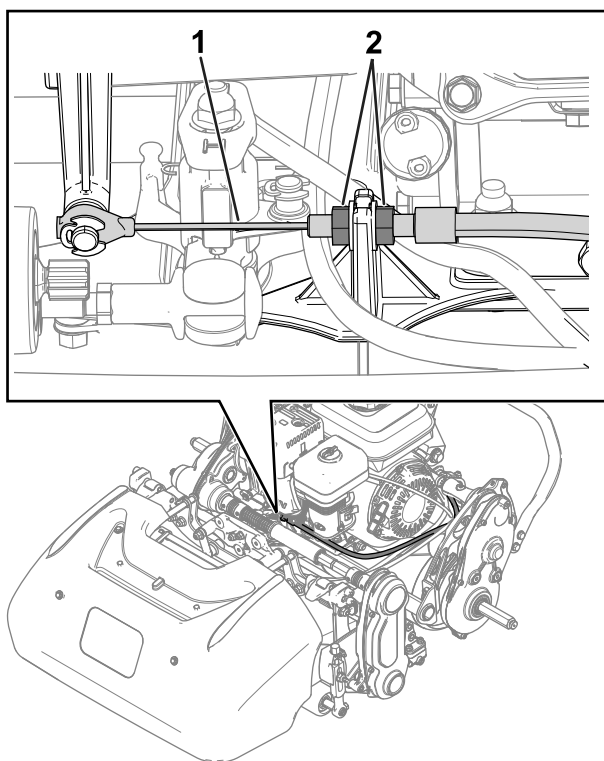
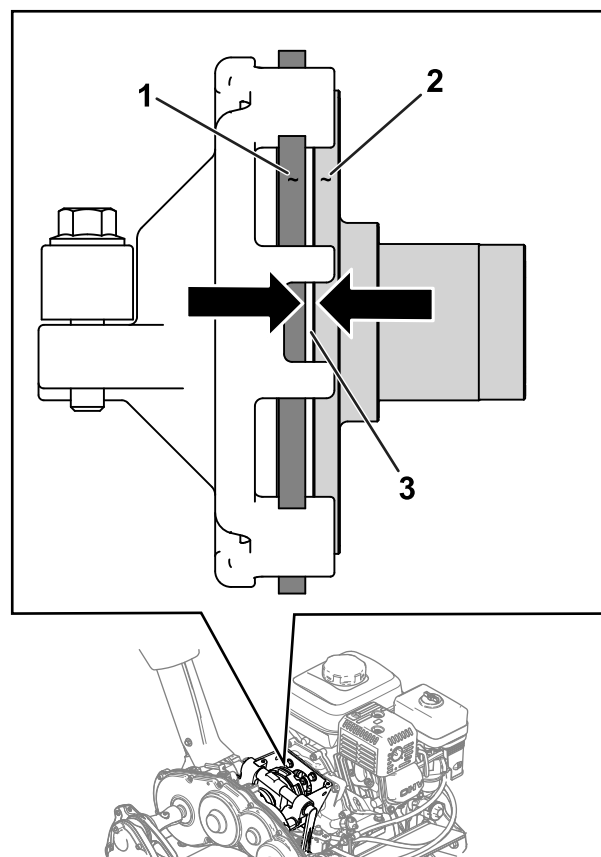

Figure 30
Figure 31
2. Desserrez les écrous de blocage et réglez le câble de commande de déplacement afin d'obtenir un jeu de 1,1 mm entre le disque de friction et le plateau de pression (Figure 30 et Figure 31).